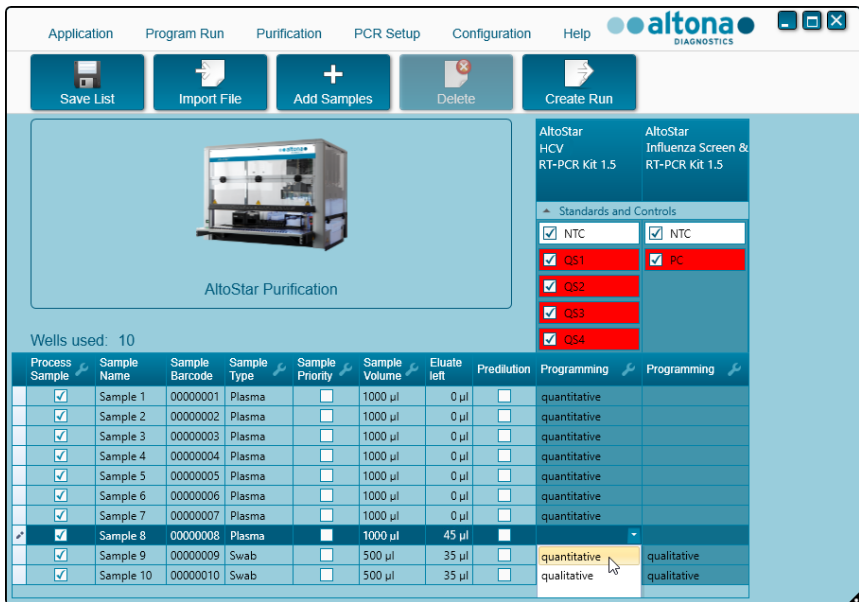

Figura 6: Pantalla de programación: asignación de ensayos PCR
10. Asigne el ensayo del kit AltoStar® HCV RT-PCR Kit 1.5 a muestras específicas haciendo clic en la celda que esté en la fila de la muestra respectiva y en la columna del kit **AltoStar® HCV RT-PCR Kit 1.5** (consulte la Figura 6).
- Por encima de la tabla en la pantalla de programación (consulte la Figura 6), aparece **Wells used** (pocillos utilizados), que muestra el número de pocillos de AltoStar® Processing Plate (placa de procesamiento) necesarios para procesar las muestras marcadas actualmente en la columna **Process Sample** (muestra de proceso).